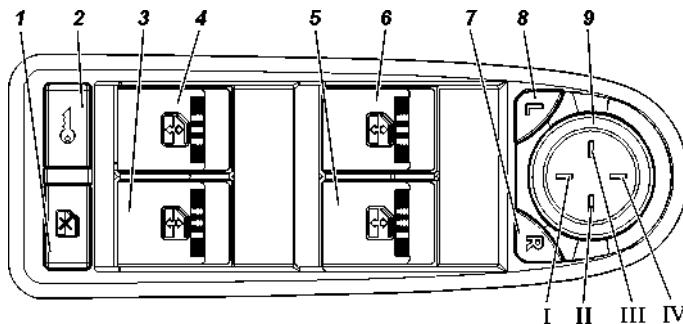

Рис. 3.14. Модуль переключателей двери водителя с мультиплексным управлением:
водительской двери происходит только разблокировка двери водителя, а при повторном нажатии на кнопку 2 ПДУ или кнопку 2 (рис. 3.14) МДВ - разблокировка остальных боковых дверей и двери задка.
- нажать выключатель 2 (рис. 3.14) МДВ. Каждое нажатие производит блокировку или разблокировку замков.
Управление положением стекла производится выключателями, расположенными на подлокотниках соответствующих дверей автомобиля. На подлокотнике двери водителя выключателями 3,4,5,6 (рис. 3.14), осуществляется управление перемещением положения стекол боковых дверей.
Управление электроприводом левого и правого наружных зеркал производится единым переключателем 9 (рис. 3.14), расположенным на МДВ. Выбор подлежащего регулировке по командам от переключателя зеркала производится одним из выключателей 7 или 8 МДВ — кнопок выбора зеркала. Одновременная регулировка положения левого и правого зеркал невозможна.